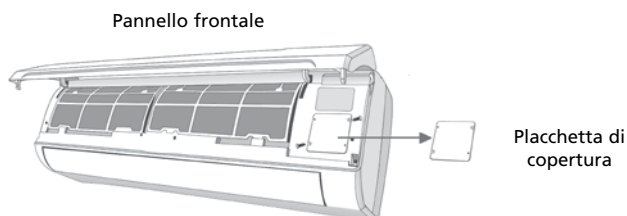

Figura 19
- c. Per poter montare il cavo sul blocco di allacciamento della parte interna: Rimuovere il pannello frontale e la placchetta di copertura dalla morsettieria che si trova sul retro della parte interna. Figura 19.